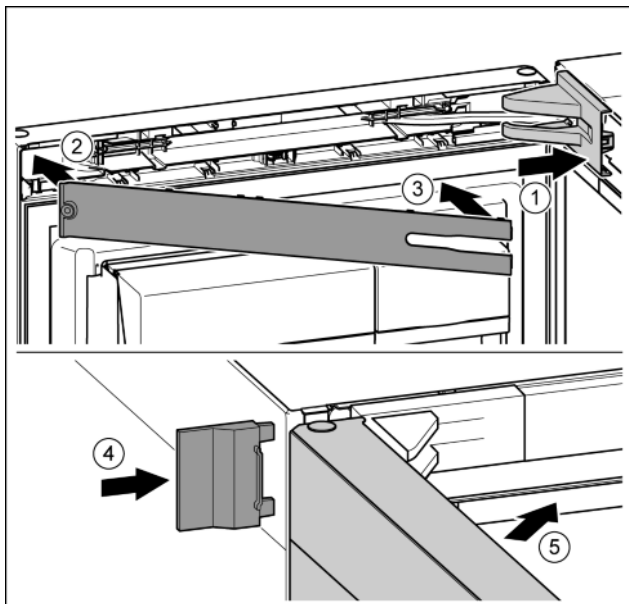

Fig. 26
- ▶ Nasaďte a zaklapněte kryt stojanu ložiska, příp. opatrně přitlačte od sebe. Fig. 26 (1)
- ▶ Nasaďte zásepku. Fig. 26 (2)
- ▶ Zásepku sklopte a zaklapněte. Fig. 26 (3)
- ▶ Vnější kryt nasuňte. Fig. 26 (4)
- ▶ Zavřete horní dveře. Fig. 26 (5)